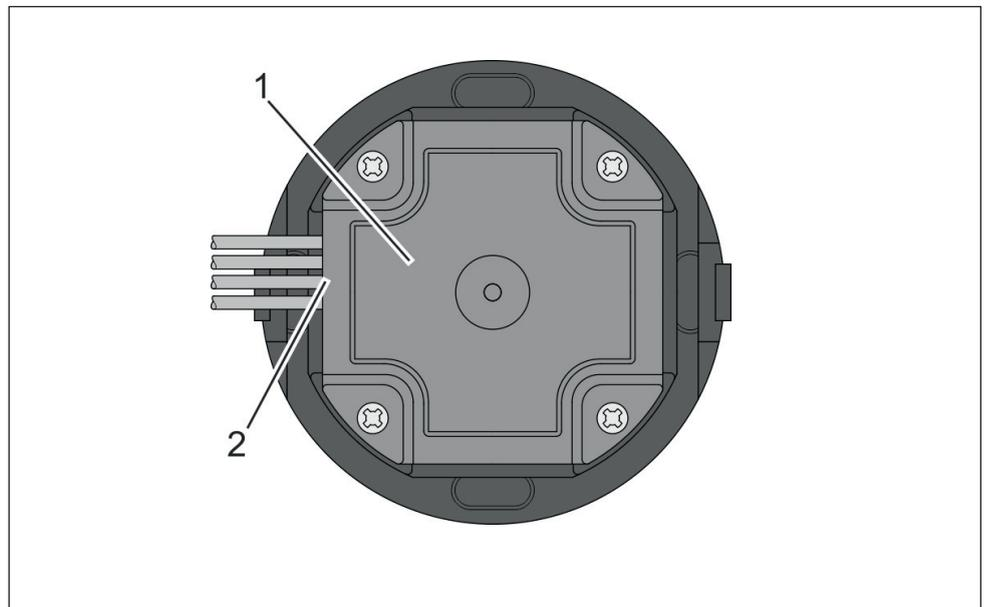

Fig. 11: Lato posteriore WT 210 / WT 210 BLE con cavo
4. Avvitare la copertura sul lato posteriore del WT 210 / WT 210 BLE (Fig. 11/1). Allo stesso tempo, scaricare i cavi lateralmente sulle guide dei cavi imbottite (Fig. 11/2).